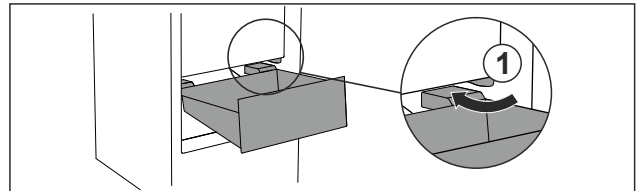

Fig. 57
- Far passare il cassetto intorno ai fermi Fig. 57 (1) inclinandolo.